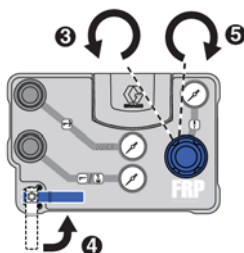

FIG. 18
6. Tourner complètement le régulateur de pression d'alimentation principale en air dans le sens antihoraire afin de relâcher la pression et la mettre à zéro. Voir FIG. 18.
7. Tourner le clapet à bille d'alimentation principale en air en position ouverte. Voir FIG. 18.
8. Tourner doucement le régulateur de pression d'alimentation principale en air dans le sens horaire jusqu'à ce que la pompe commence à bouger et permute d'elle-même. Ne jamais dépasser une pression de 0,14 MPa (1,4 bar ; 20 psi). Voir FIG. 18.